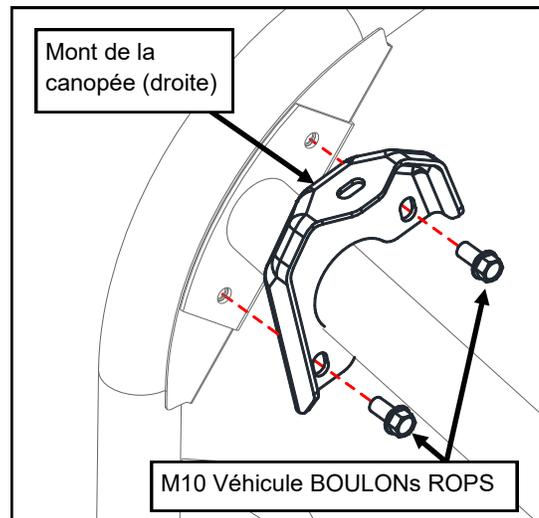

Fig. 2
2. Installer le montage droit de canopée, utilisant des boulons de ROPS enlevés à l'étape 1. Couple à 38 pi-lb (Voir fig. 2)